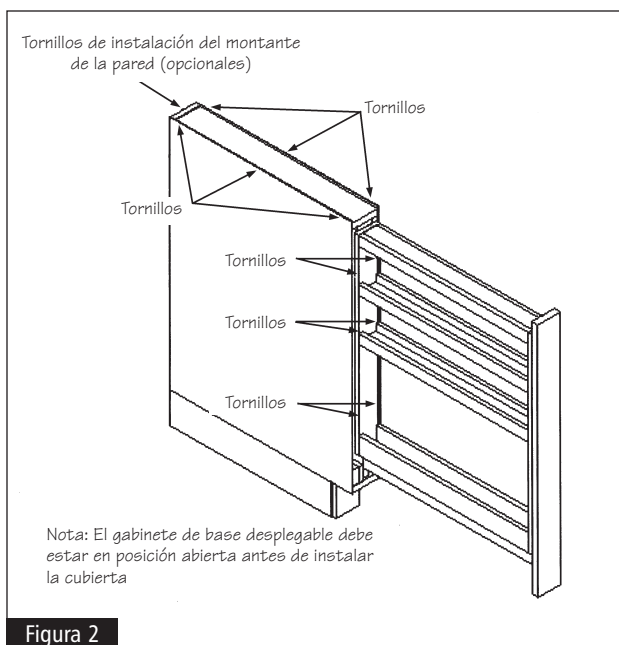

Figura 2
- 3** Coloque tornillos de madera de cabeza plana de 1/2" en ambos gabinetes adyacentes en los lugares que muestra la figura 2. Previamente haga los agujeros a una profundidad de 1/2" usando una broca de 1/16" antes de instalar el gabinete para evitar rajaduras. Debe introducir los tornillos por la parte lateral del gabinete de base desplegable y penetrar el gabinete adyacente, **ya que si lo hace al revés, puede interferir con la función de la unidad desplegable.** Use tres tornillos a los lados penetrando la parte superior de la unidad y tres a cada lado penetrando el frente de la misma para un total de 12. **Siempre introduzca los tornillos en los lados del gabinete de base desplegable.**